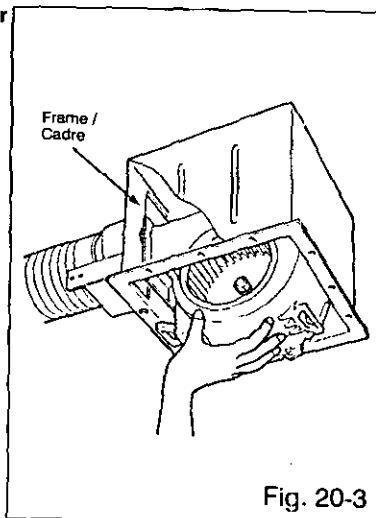

Fig. 20-3
- Mount blower section (Fig. 20-3) and secure with 3 screws.
- Installez la soufflerie (Fig. 20-3) et fixez-la au moyen des 3 vis.